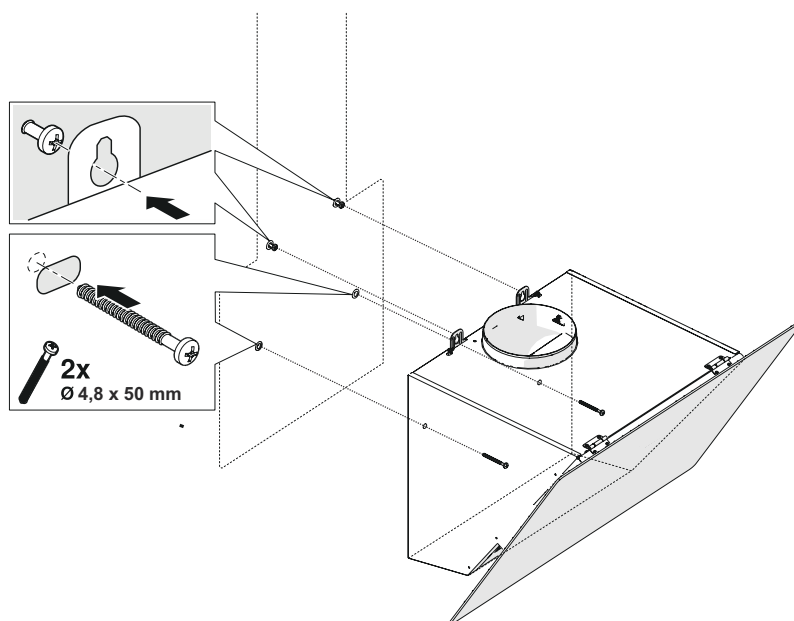

Fig. 13
1. ➤ Lyft upp produkten till skruvarna som du skruvat på väggen innan och dra åt skruvarna (bild 13).
2. ➤ Fäst produkten på väggen med två 4,8x50 skruvar, som sitter inuti själva huven (Fig. 13).